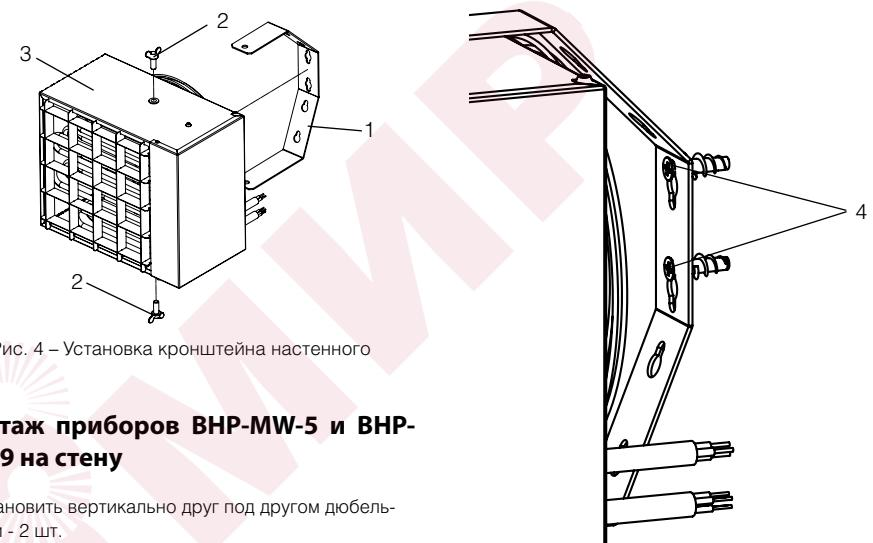

Рис.6 – Паз фиксации на кронштейне подвеса.
2) Подвесить прибор (1) совместив шляпки дюbelь-гвоздей (2) (не входят в комплект поставки) с проходными отверстиями на кронштейне подвеса (3) (Рис.
5) Сместить в паз для фиксации (4). (Рис. 6)